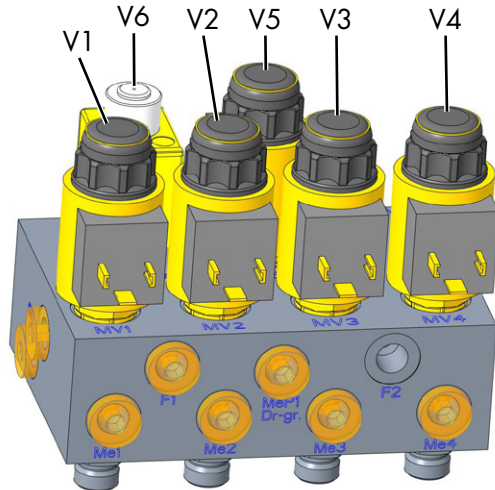

Bild 4: Ventile mit Handbetätigung für Notablass
2. Obere Aggregatabdeckung lösen und umklappen. Die Sitzventile am Hydraulikblock müssen erreichbar sein. (siehe Bild 4)